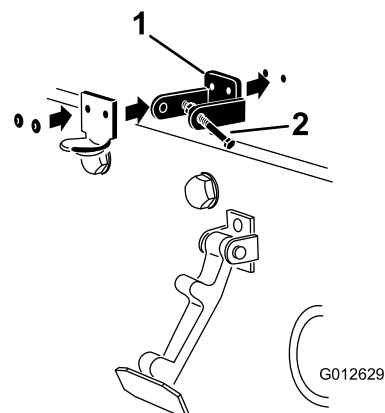

Figure 7
3. Alignez les trous de montage et positionnez le support de verrouillage CE et le support du verrou de capot sur le capot. Le support de verrouillage doit être appuyé contre le capot (Figure 7). Ne retirez pas le boulon et l'écrou du bras du support de verrouillage.
5. Rivez les supports et les rondelles sur le capot (Figure 7).